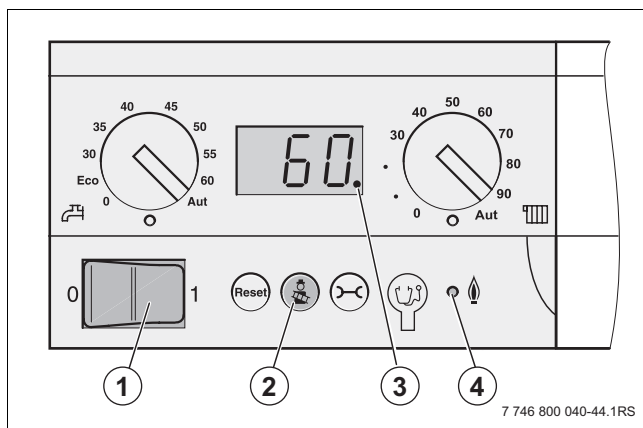

Рис. 68 Панель управления главного регулятора
- ▶ Установите кнопку включения/выключения (→ рис. 68, [1], стр. 48) на панели управления главного регулятора в положение «0» (выкл).